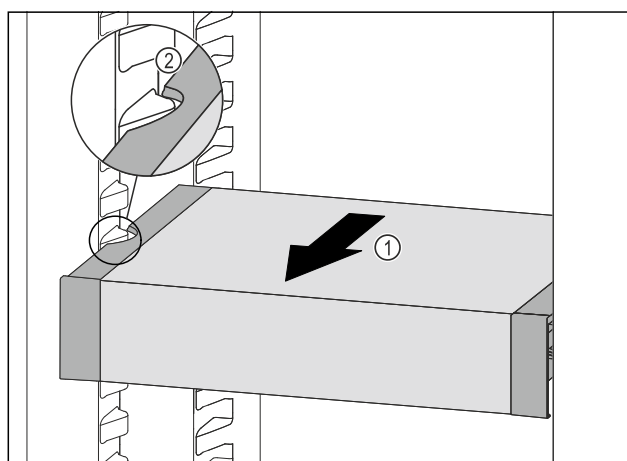

Fig. 65
- ▶ VarioSafe dras framåt Fig. 65 (1) tills sidofördjupningarna på VarioSafe är i samma nivå som behållarlisterna i kyldelen. Fig. 65 (2)